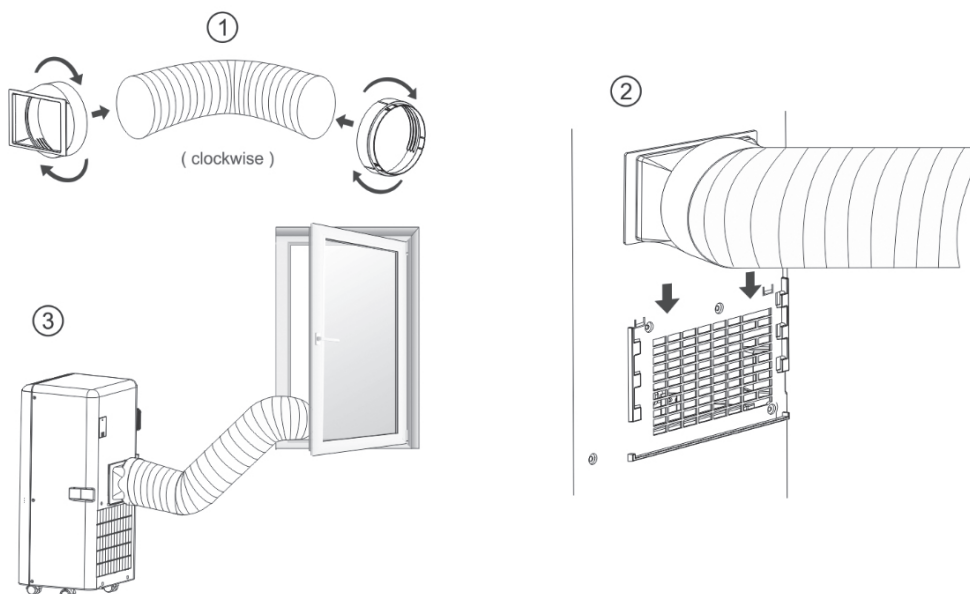

Fig. 4
2. Setzen Sie den quadratischen Befestigungsclip in die Öffnungen auf der Rückseite der Klimaanlage ein (siehe Abb. 4).